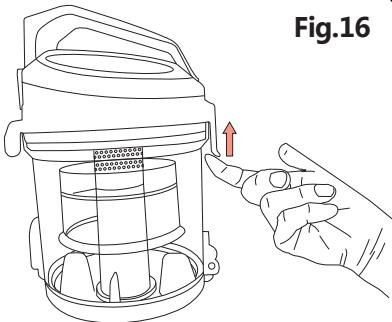

Fig.16
(3) Zoals in fig.16, draai het HEPA filter, om het de verwijderen van de stofbakafdekking.